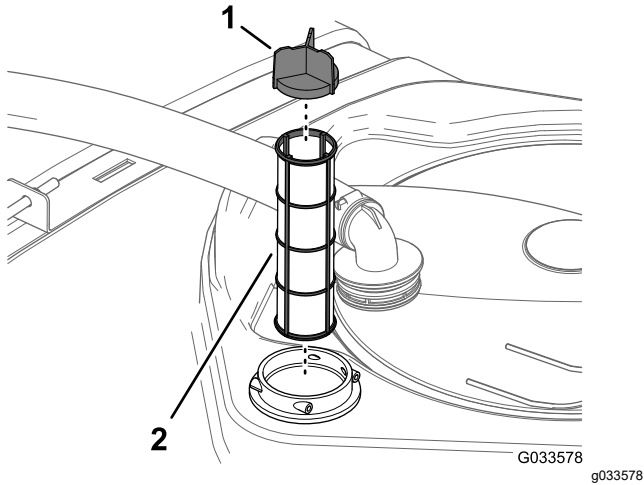

Bild 145
4. Entfernen Sie den alten Saugfilter aus dem Filtergehäuse im Behälter (Bild 145).